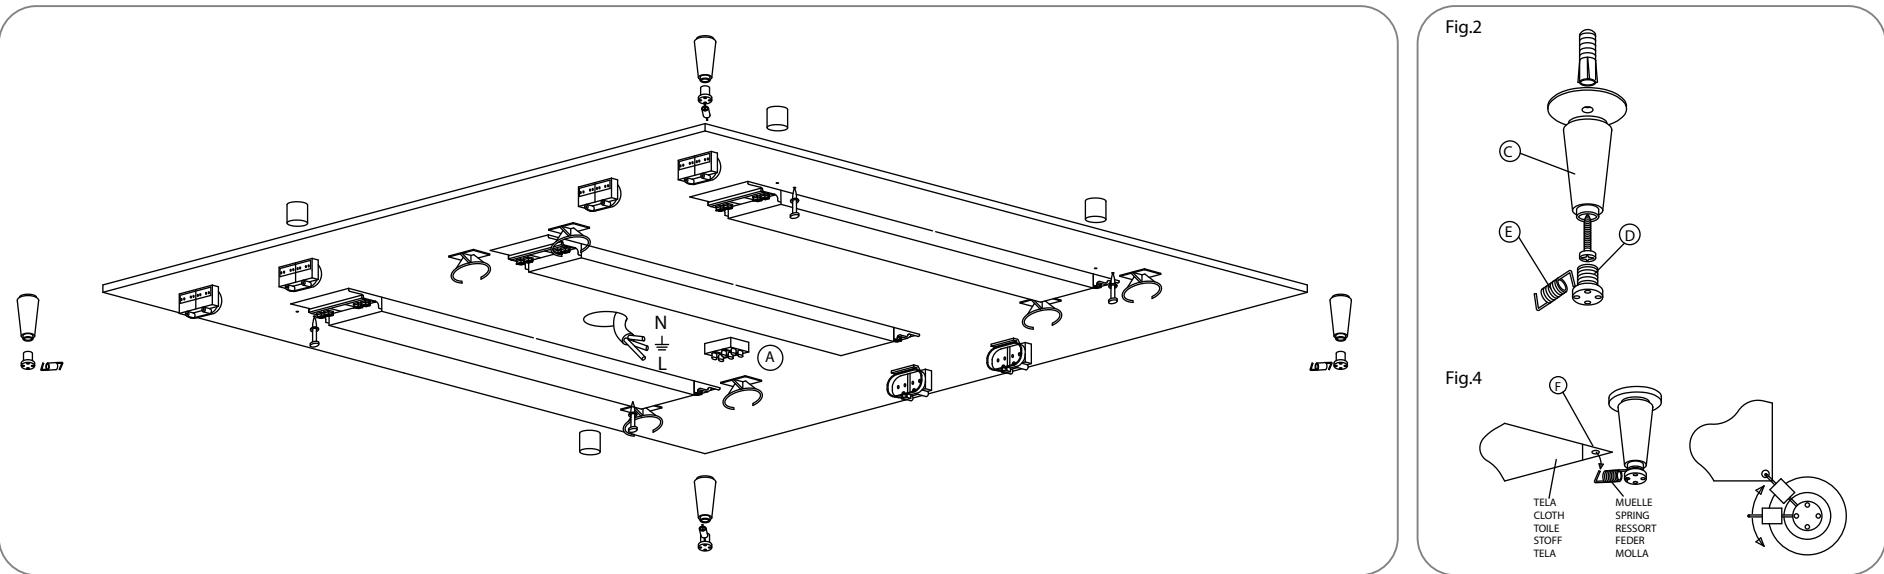

Fig.2
3. Colocar los conos C mediante tacos y tirafondos, como indica la fig 2 y RESPETANDO las medidas que indica la fig 3. NOTA: Utilizar la plantilla para el cálculo de las distancias de los conos, teniendo cuidado de hacer bien tope en el borde de la placa (fig 3). Estas medidas son MUY IMPORTANTES para que la tela quede correctamente colocada.
3. Fix lampholders C using blocks and lag screws as per fig 2, CONSIDERING sizes as per fig 3. REMARK: Use the template in order to calculate right distances for lampholders. Be careful that an accurate plate stoppage is achieved as per fig 3. This sizes are VERY IMPORTANT to achieve a good cloth setting.
3. Die Lampensockel C mit Hilfe der Dübel und Schrauben nach den Abmessungen in Abbildung 2 unter BERÜCKSICHTIGUNG der in Abbildung 3 angegebenen Abmessungen anbringen. HINWEIS: Verwenden Sie die Schblone (wobel darauf zu anhängt ist), einen sauberen Anschlag am Platterang im Sinne der Abbildung 3 herzustellen! zur Berechnung des Abstandes zwischen den Lampensockeln. Diese Abmessungen sind sehr wichtig für das ordnungsgemäße Anbringen des Stoffes.
3. Collocare le bussole C mediante tasselli e tirafondo come da fig 2 OSSERVANDO le misure indicate in fig 3. NOTE: Utilizzare il modello (avendo cura di fare fondo sul bordo della piastrina, come da fig 3) per il calcolo delle distanze delle bussole. Tali misure sono MOLTO IMPORTANTI per la corretta collocazione della tela.